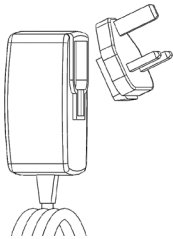

Bild Nr. 3 - Stromversorgung
- Ladegerät - wird mit einer Auswahl von Adaptern für den Einsatz in verschiedenen Ländern geliefert (Bild Nr. 3)